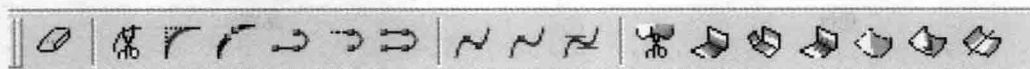

图 1-17 “线面编辑”工具条
(6) 线面编辑 “线面编辑”工具条如图 1-17 所示,它包含了曲线的“裁剪”、“过渡”、“拉伸”和曲面的“裁剪”、“过渡”、“缝合”等编辑工具。